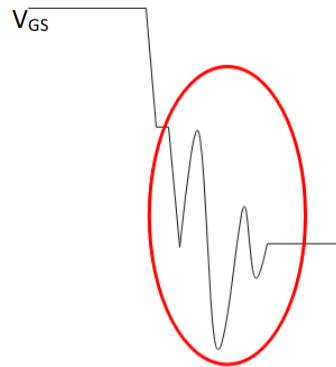

图7-10栅极振铃现象
- 1) 栅极信号振铃，导致 MOS 损坏（如图 7-10所示）；